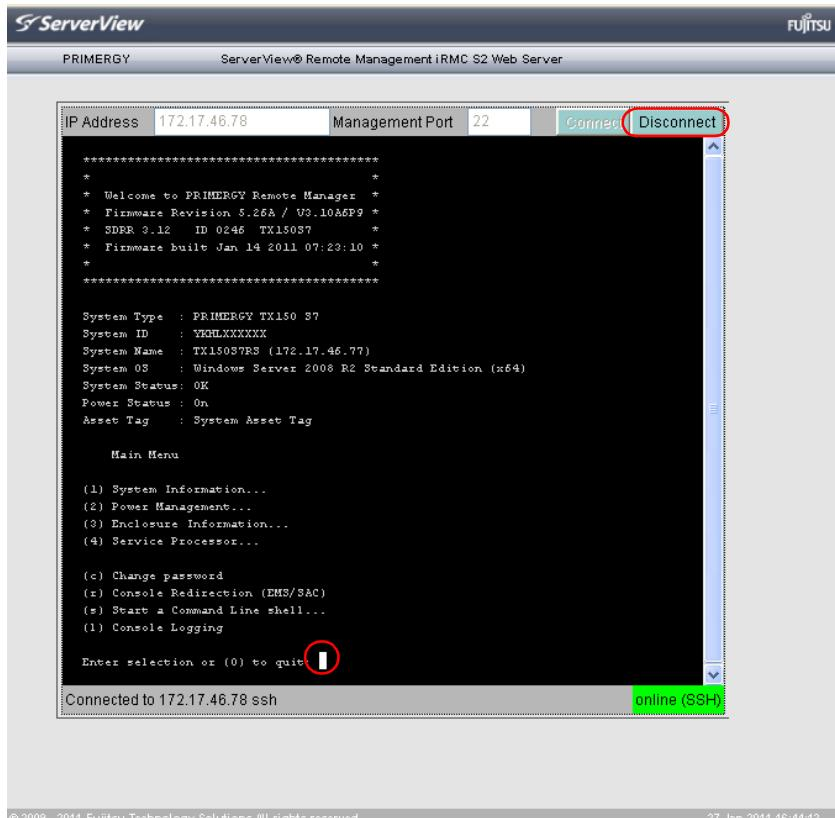

図 198: リモートマネージャのメインメニュー
これにより、リモートマネージャのメインメニューが表示されます（323 ページ の図 198 を参照）。
- リモートマネージャへの接続を切断するには、リモートマネージャ画面の接続バーの「Disconnect」ボタンをクリックするか、リモートマネージャのメインメニューで **0** キーを押します（図 198 を参照）。